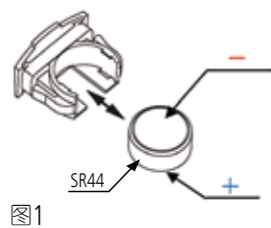

图1
4. 数显型卡尺请使用SR44(No.938882)电池。(图1)